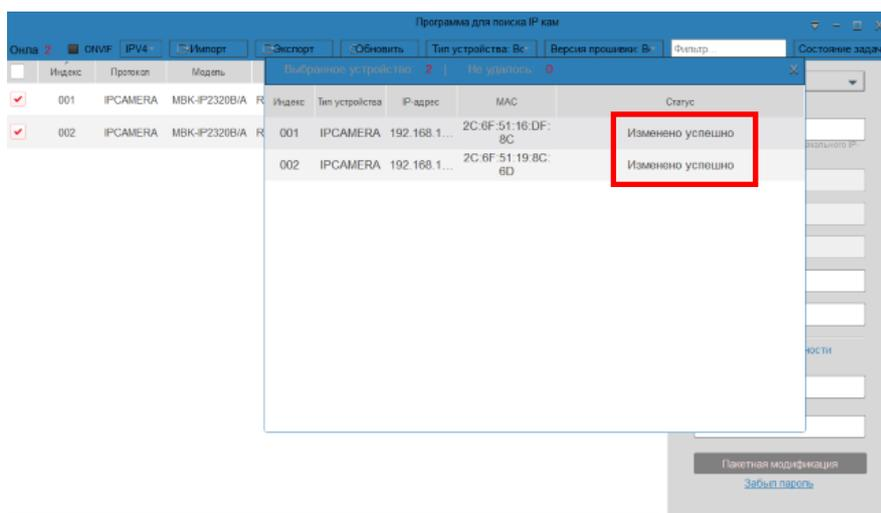

Рисунок 14
3.6. Нажать на строку «Пакетная модификация» (рисунок 13). В появившемся окне напротив каждой камеры появится надпись «Изменено успешно» (рисунок 14).